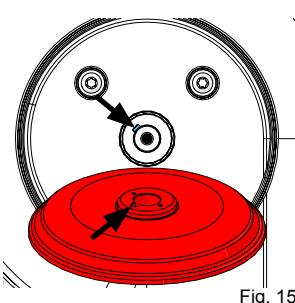

Fig. 15
- Sæt en ny bæreflange på >>> Vær opmærksom på medbringernoten (fig. 15).